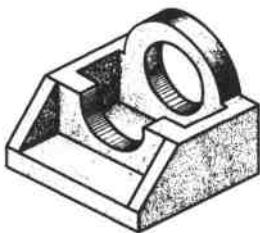

图 19
19. 根据轴测图 (图 19) 画三视图 (尺寸从轴测图上量取整数, 比例 1:1)。